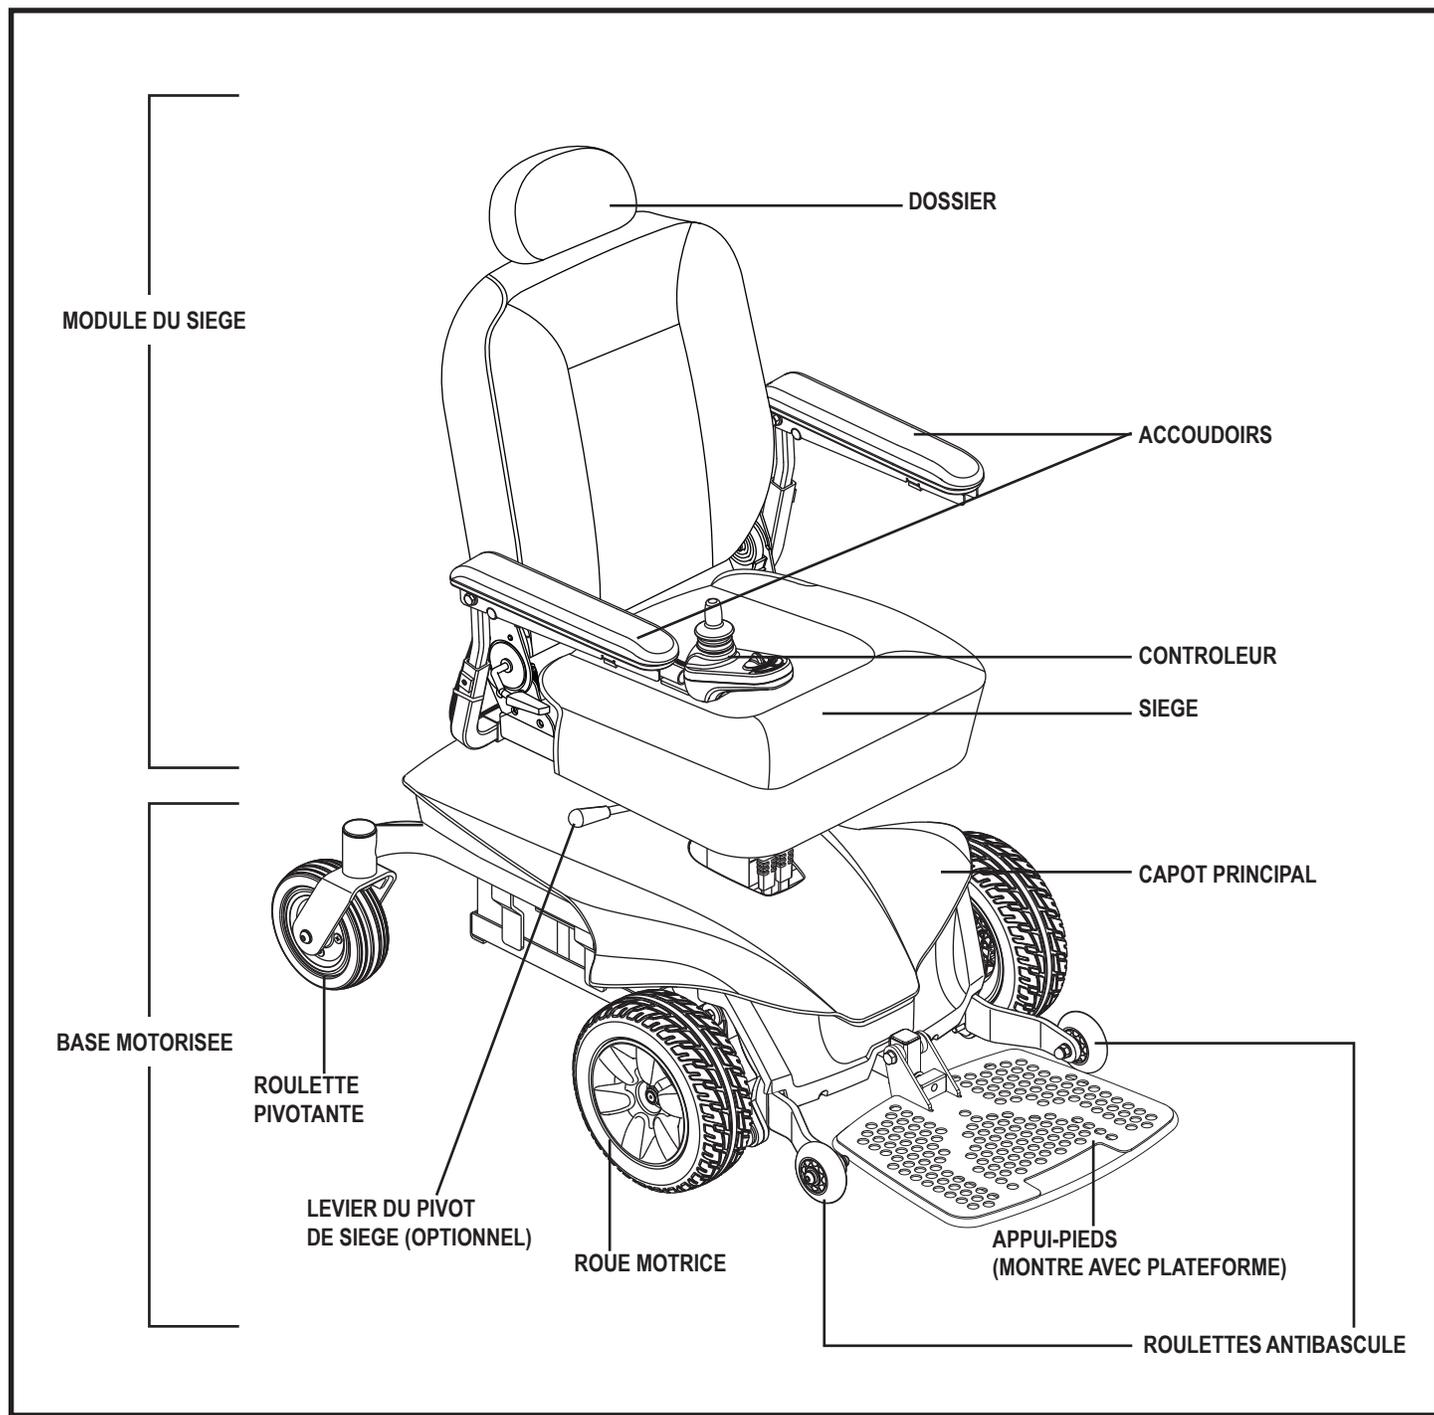
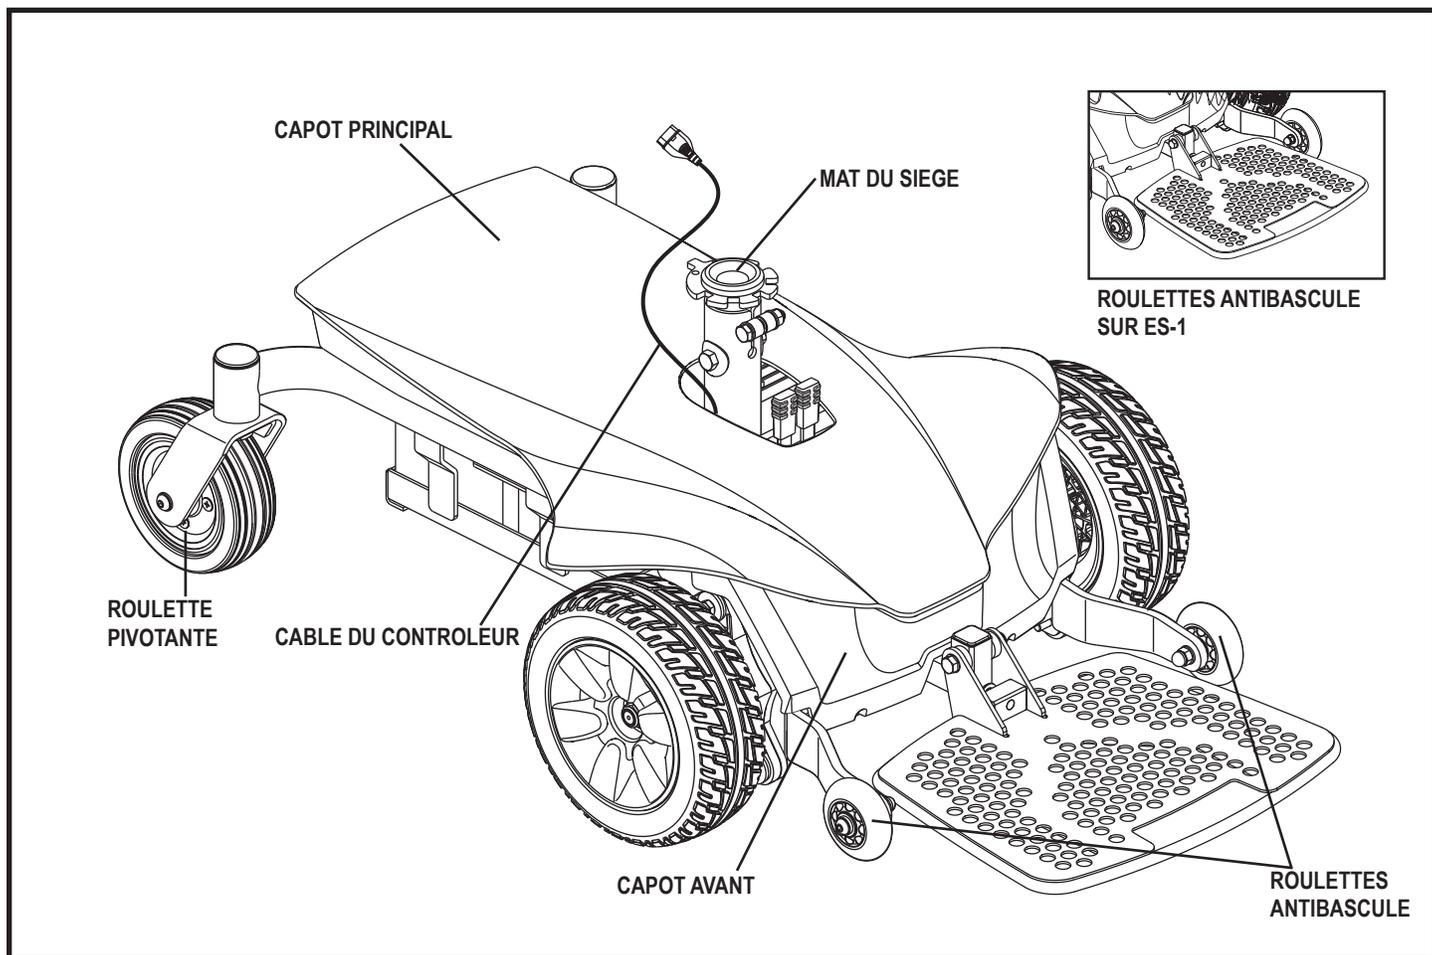

Figure 1. Le fauteuil motorisé Jazzy Serie (Elite ES montré)
Figure 2. Base motorisée du Jazzy Serie
Votre fauteuil possède deux composantes principales: le module de siège et la base motorisée. **Voir la figure 1.** Typiquement, le module de siège est composé des accoudoirs, du dossier et de la base du siège. La base motorisée est composée de deux modules moteur/frein, deux roues motrice, deux roulettes pivotante arrière, deux roulettes antibascule, deux batteries et une couette de câblage. **Voir la figure 2.**
6. Branchez le câble du contrôleur dans le connecteur sur la base motorisée. **Voir la figure 2.**
4. Déverrouillez le siège à l'aide de son levier. **Voir la figure 1.**